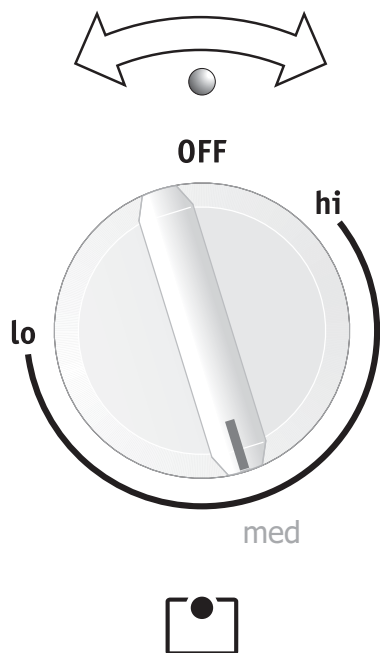

Fig. 1 (con ajustes aproximados para nivel medio)
4. Instale un brazo conector a la vez. Con la puerta del horno abierta y la parrilla en su lugar, instale un extremo del brazo conector en el agujero del **soporte de conexión de la puerta** (Fig. 1) y el otro extremo en el agujero del **soporte de conexión de la parrilla** (Fig. 2 y como lo indica la Fig. 3). Es posible que deba ajustar la parrilla hacia adentro o hacia afuera para que concuerde con la longitud del brazo conector.
La cubierta de vidrio cerámico tiene elementos radiantes superiores ubicados debajo de la superficie del vidrio. Los patrones del vidrio cerámico delinearán los tamaños y tipos de elementos disponibles. El elemento radiante **sencillo** estará delineado por un patrón circular sencillo (el área de **mantener caliente** está diseñada sólo para mantener alimentos calientes). El elemento radiante **doble** es flexible porque puede ajustarlo para usar solamente la porción interior más pequeña como elemento sencillo o para calentar las porciones interna y externa a la vez (vea la Fig. 1).
2. Oprima y gire la perilla de control del elemento superior hacia cualquier lado (Fig. 2) hasta llegar al ajuste deseado. (Consulte la **tabla de ajustes sugeridos para los elementos radiantes superiores**, Fig. 1). Inicie la mayoría de las funciones de cocción en un ajuste mayor y luego bájelo a un ajuste menor para terminar de cocinar. No es necesario ajustar las perillas de control con exactitud en un ajuste en particular. Use los gráficos proporcionados como guía y ajuste las perillas según sea necesario (vea la Fig. 2). Cada elemento superior ofrece una cantidad de calor constante en cada ajuste. Si puede observar una superficie brillante de color rojo que se extiende más allá del fondo del utensilio significa que el mismo es **demasiado pequeño** para el área de calefacción superior.
Los ajustes sugeridos de la Fig. 1 se basan en la cocción con utensilios de peso mediano fabricados de aluminio y con tapas. Los ajustes pueden variar cuando se utilizan otros tipos de utensilio.
1. Presione la perilla y gírela en cualquier dirección (vea la Fig 1). Las temperaturas son aproximadas y están designadas por "hi" (alto) y "lo" (bajo). Sin embargo, el control se puede colocar en cualquier posición entre "hi" (alto) y "lo" (bajo) para diferentes niveles de calentamiento.